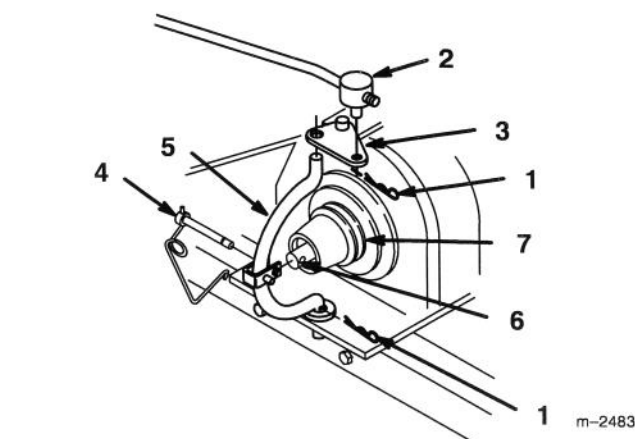

Figure 14
3. Retirer la goupille épingle et le tourillon de la plaque d'engagement de la prise de force (Fig. 14).
4. Déverrouiller et retirer l'axe de chape qui fixe le joug à l'arbre d'embrayage, et pivoter le joug vers l'avant pour le retirer de la plaque d'engagement (Fig. 14).
5. Passer la courroie entre le joug d'embrayage et la plaque d'engagement (Fig. 14).
6. Fixer le joug à la plaque d'engagement, et l'attacher à l'aide de l'axe de chape, du tourillon et des goupilles épingle (Fig. 14).